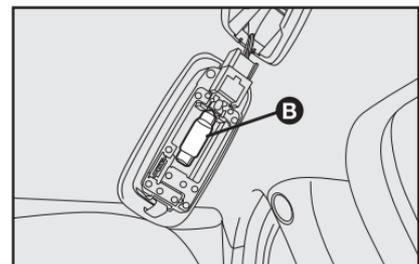

fig. 34
- Sustituya la lámpara **B-fig. 34**, soltándola de los contactos laterales y cerciorándose de que la nueva lámpara esté correctamente bloqueada entre los contactos.